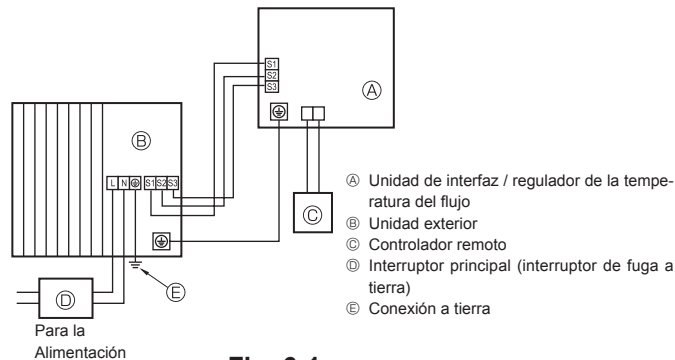
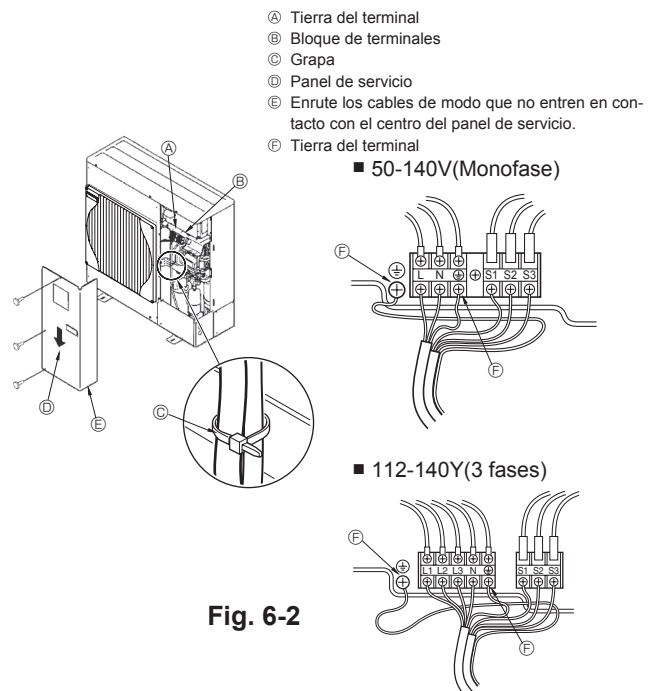

Fig. 6-1
Fig. 6-2
### 6.1. Unidad exterior (Fig. 6-1, Fig. 6-2)
- 2 Tienda los cables de acuerdo con la Fig. 6-1 y Fig. 6-2.